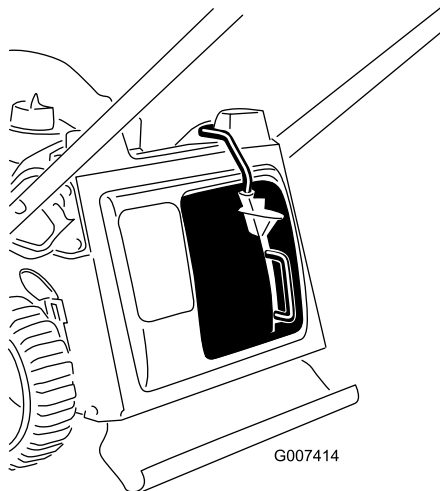

Figura 11
3. Suelte el botón de la palanca y asegúrese de que la parte superior de la palanca está introducido hasta el fondo de la ranura (Figura 11). **Si la parte superior de la palanca no está introducido hasta el fondo de la ranura, ¡su máquina no arrancará.**